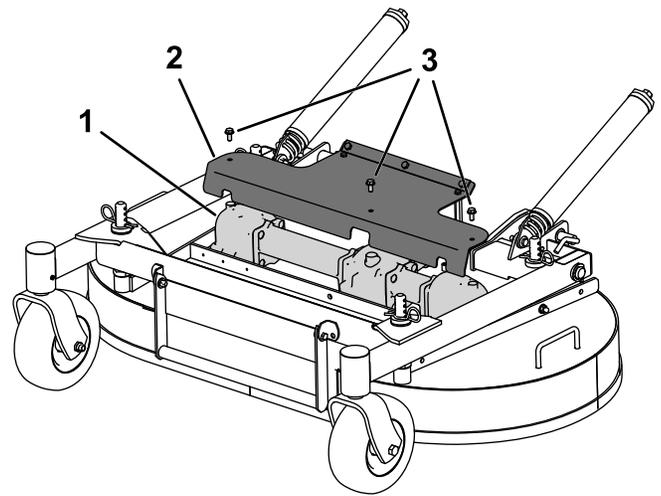

Figura 36
3. Remova a proteção para aceder à caixa de engrenagens (Figura 36).